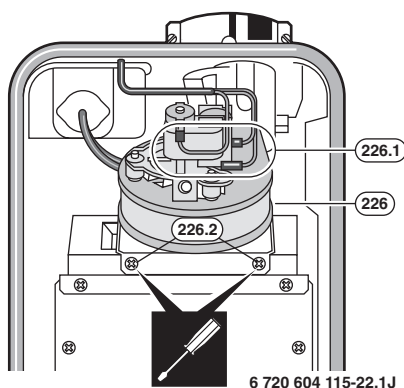

Bild 18
- Ventilator (226) in Gerät einsetzen, mit den Schrauben (226.1) befestigen und elektrische Leitungen (226.1) aufstecken (Bild 18).
- Verstellbare Drosselblende (256) auf Position 13 einstellen: